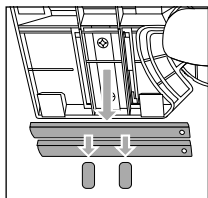

Fig. 1
- ◆ Retire los pasadores de sujeción **8** de la parte inferior del producto y extraiga las barras guía **7** (consulte la fig. 1). Deseche los pasadores de sujeción **8**.